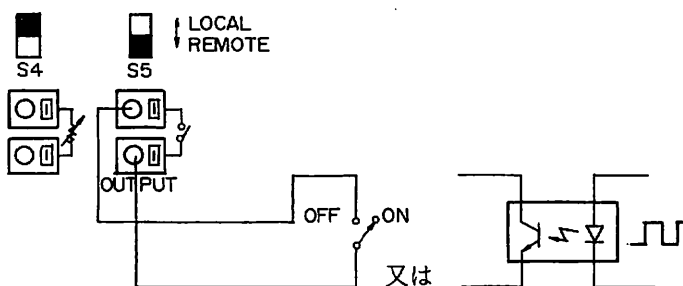

図8
- 2)背面OUTPUTのS5スイッチをREMOTEにセットし、図8のように接続します。
- ・S5スイッチをREMOTEにセットし、図8のOUTPUT接続端子を開放にしたまま使用すると、出力はON状態に固定されます。この場合は、電源投入時でOUTPUT ON状態になります。